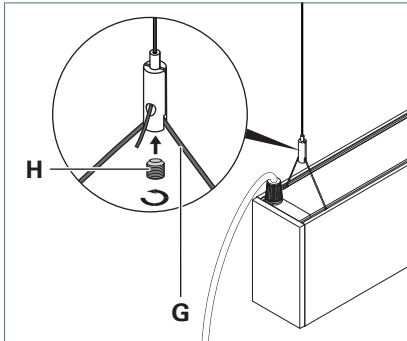

Fig. 22: Leuchte an Drahtseilhalter befestigen.
- Schieben Sie das Drahtseil **G** der Leuchte in den Drahtseilhalter, siehe Fig. 22.